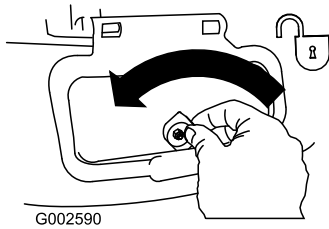

Figure 33
1. Unlock the side discharge door (Figure 33).